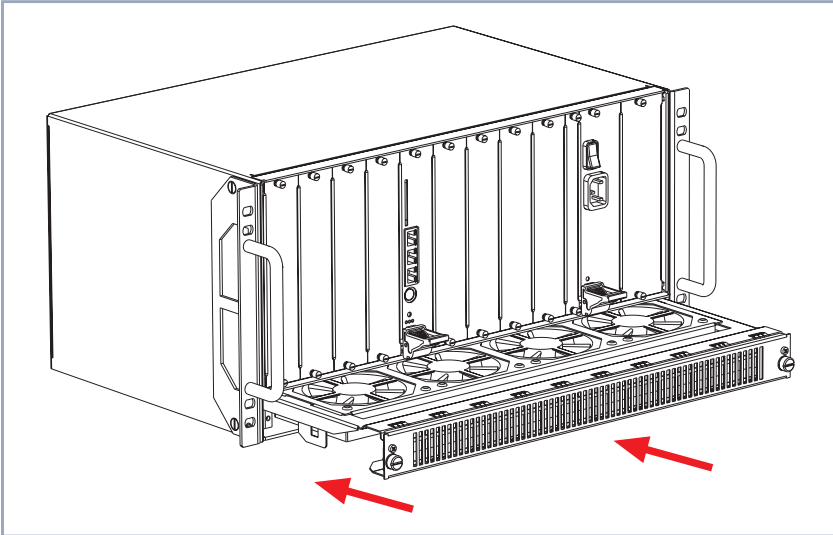

Bild 1-3: Installation der Lüfterkassette in den Lüftersteckplatz.
- Schieben Sie die Lüfterkassette in den Lüftersteckplatz, wie in Bild 1-3, Seite 10 dargestellt.